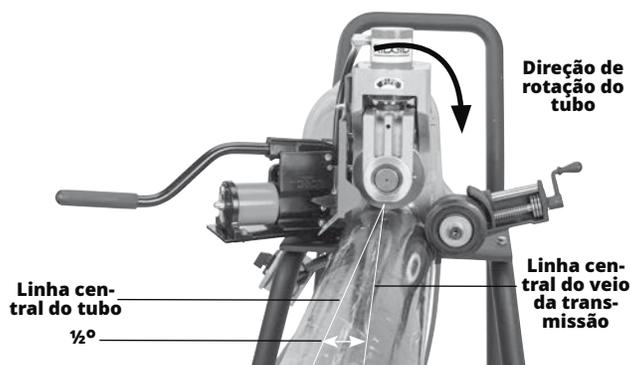

Figura 13 - Desvio do tubo $\frac{1}{2}$ grau (exagerado)
- Desvie ligeiramente o tubo e os suportes do tubo aproximadamente $\frac{1}{2}$ grau (cerca de 1" a 10 ft da ranhuradora de rolos) em direção ao operador. Um alinhamento correto do tubo e da ranhuradora de rolos ajuda a garantir o rastreamento do tubo ao ranhurar (ver figura 13). Este é o desvio correto para ranhuras e funciona com o estabilizador.